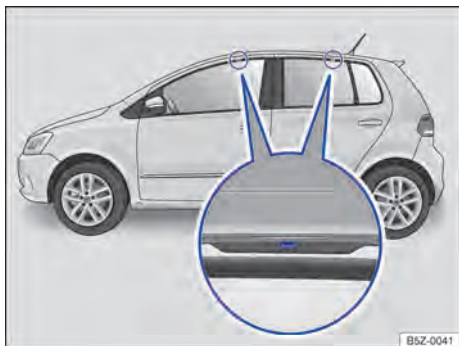

Fig. 80 Pontos de fixação dos suportes de base do bagageiro do teto (ambos os lados)
A figura \Rightarrow Fig. 80 ilustra, como exemplo, os suportes longitudinais do modelo Novo Fox. O modelo Novo Fox Pepper segue o mesmo conceito.
Os furos ou marcações dos pontos de fixação dos suportes de base ficam visíveis com a abertura das portas (dianteiras e traseiras) do veículo e encontram-se no lado nas vigas do teto \Rightarrow Fig. 80 (lupa). Os furos ou marcações para fixação atrás encontram-se no lado inferior das vigas do teto \Rightarrow Fig. 80 (lupa direita).
- Fixar os suportes de base somente nas marcações indicadas na figura \Rightarrow Fig. 80.